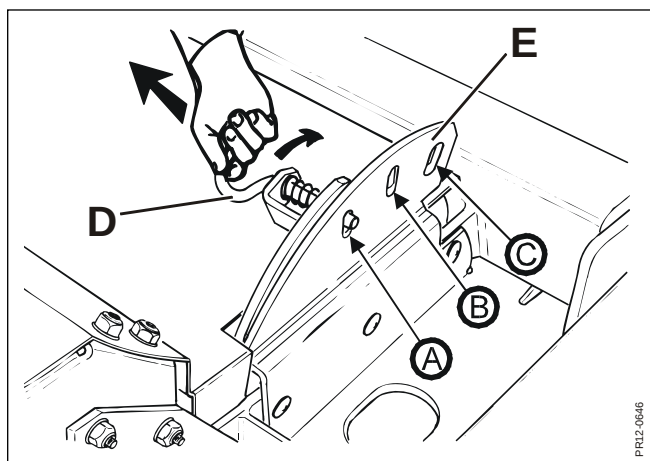

Fig. 3-16
Fig. 3-16 Systemet manövreras med handtaget **D**, vilket kan placeras i 3 positioner på konsolen **E**. Crimperplåtens avstånd till rotern ändras genom att flytta handtaget **D** till ett av de andra hålen på konsolen **E**. Placeras handtaget i pos.(A), blir avståndet mellan crimperplåten och crimperfingrarna litet, i pos. (B) ökar avståndet och i pos. (C) är avståndet stort.